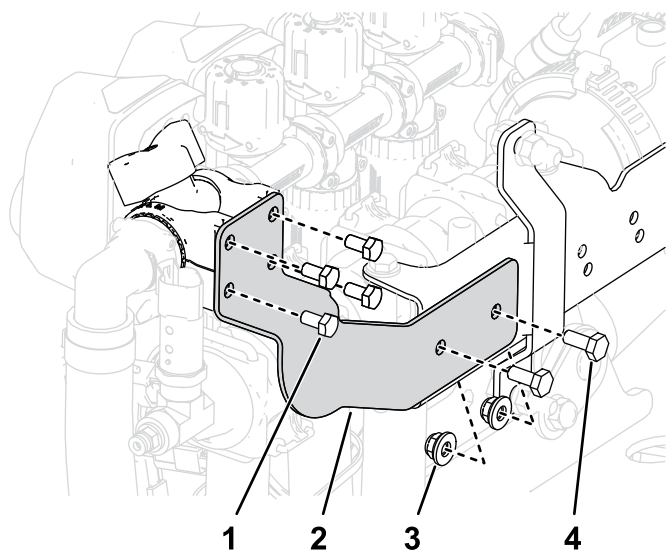

Figura 24
1. Demontai consola supapei de control existente i supapa de control existentă (Figura 24).